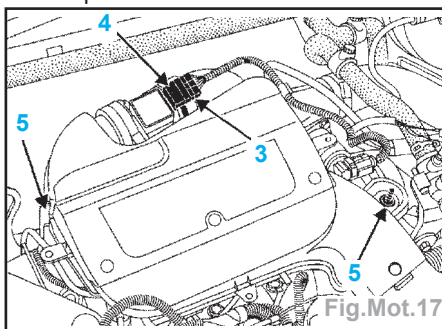

Fig.Mot.17
- la vis et les trois écrous (2) du bloc chauffage,
- Débrancher (Fig.Mot.17) :
- le connecteur (3) du débitmètre d'air,
- le tuyau d'arrivée d'air (4) du turbo-compresseur.
- le connecteur (3) du débitmètre d'air (Fig.Mot.17),
- le tuyau d'arrivée d'air (4) du turbo-compresseur (Fig.Mot.17).
- les vis (5) de fixation du boîtier de filtre à air (Fig.Mot.17),